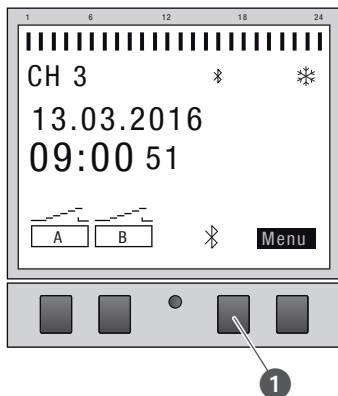

Fig. 22: Establecer la conexión por Bluetooth en el módulo de canales adicionales
6. Pulse el botón de Bluetooth (Fig. 22/①) del módulo de canales adicionales.